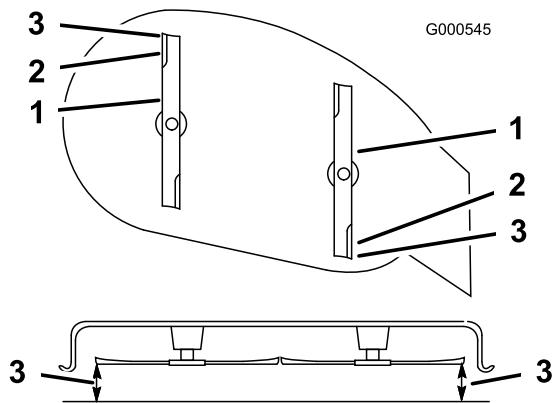

Figure 38
6. Mesurez la distance entre le haut de la lame avant et la pointe de la lame arrière par rapport à la surface plane (Figure 38). Si la pointe de la lame avant n'est pas de 1 à 6 mm plus basse que la pointe de la lame arrière, réglez le contre-écrou avant.